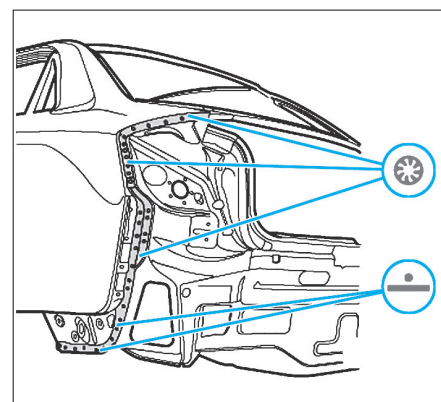

FIG. 46
- Souder le panneau latéral, soudeuse par points en ligne droite (Fig.46).